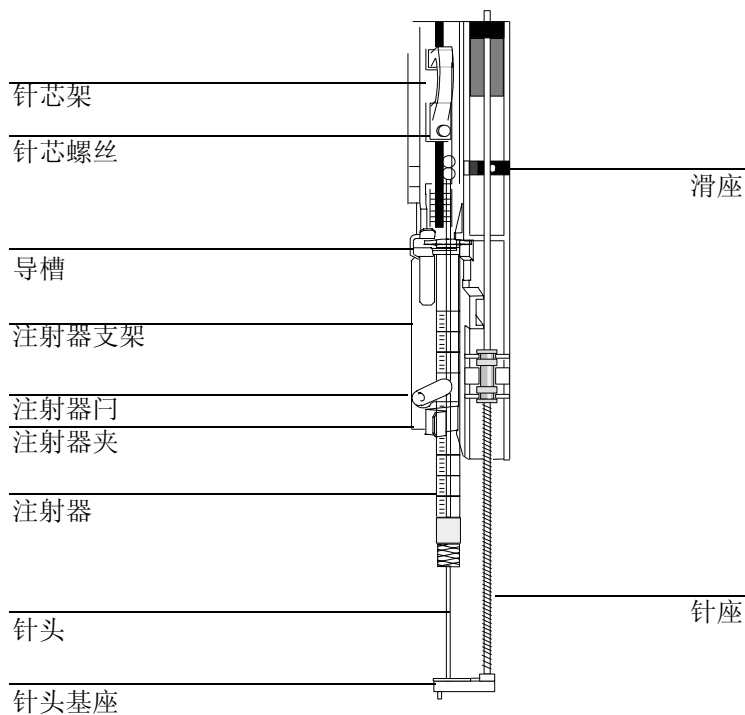

图 11 安装了注射器针头的针芯架和针头基座
9. 上下滑动，检查针是否与基座针导孔对准。针头应当在针头导管内自由地滑动。参见图 11。